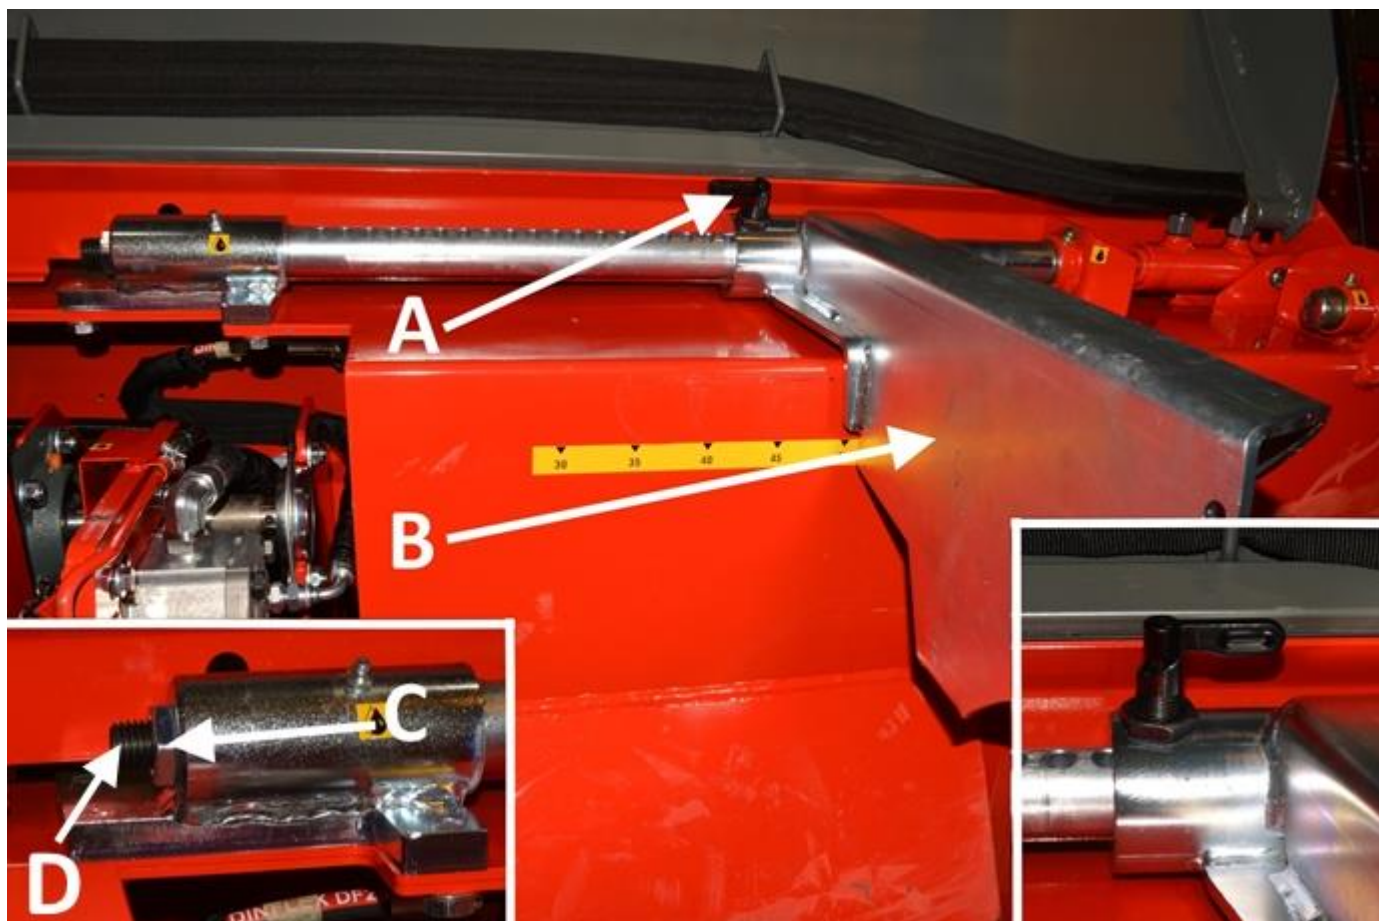

Bild 16. Justering av vedens längd
Mätplattan för ved (B på bild 16) förflyttas alltid i samband med sågningen cirka 5 cm bakåt med hjälp av en hydraulisk cylinder. Detta för att förhindra att veden fastnar och säkerställa att den istället fritt faller ner i klyvtråget. Före klyvningen måste användaren alltid säkerställa att vedstycket inte är för stort och att det inte kommer i kontakt med mätanordningens skiva B.
2. Justera vedlängdsbegränsaren till önskad längd genom att lösgöra låsanordningen på bild 16 (som i den mindre bilden) och genom att föra mätplattan B till önskat läge.
3. Vrid låsanordningen A på bild 16 tillbaka till det låsta läget.
4. Vid behov kan du finjustera mätanordningen till det önskade läget genom att lossa mutter C på bild 16 och vrida ställskruv D i den önskade riktningen. Om du skruvar skruven mot det stängda läget, ökar längden på veden och vice versa. Lås slutligen tillbaka mutter C på plats. (Ifall virket som ska klyvas har en standardlängd, kan du finjustera längden för att undvika spillträ).